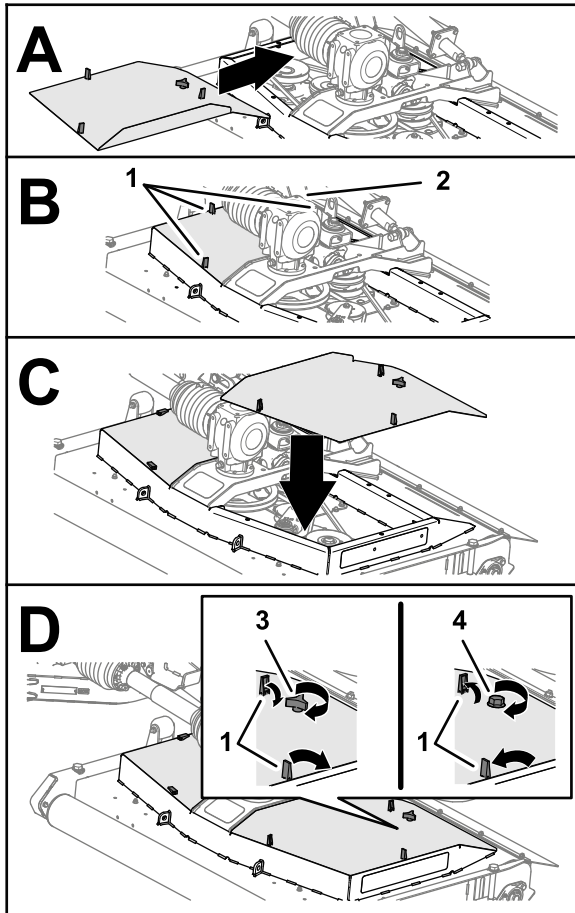

Figura 47
1. Allineate i fermi del coperchio del piatto di taglio del tosaerba con i fori nel relativo piatto (Figura 47).
2. Montate il coperchio del piatto di taglio sul piatto di taglio del tosaerba (Figura 47).
3. Fissate il coperchio (Figura 47) come segue:
4. Fissate i 3 fermi del coperchio al piatto di taglio (Figura 47).
5. Ripetete i passaggi da 1 a 4 per gli altri coperchi rimossi (Figura 47).